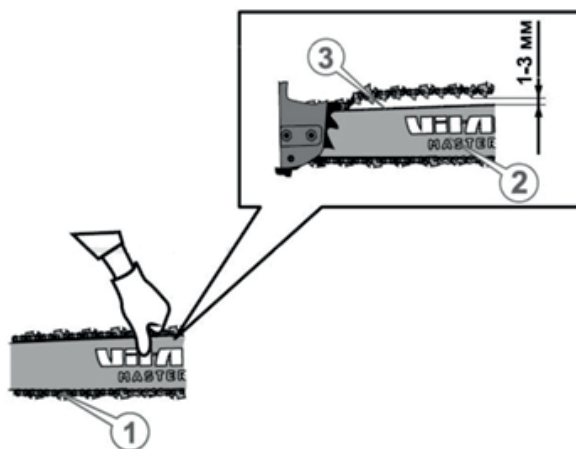

Рисунок 3. Схема перевірки натягнення ланцюга.
– на непрацюючому виробі обережно взяти верхню гілку ланцюга по середині «шини» рукою з рукавичкою та відтягнути ланцюг від «шини» зусиллям руки. Перевірити величину зазору між напрямною ланцюга (3, рис. 3) та «шиною» (2, рис. 3). Зазор має бути в межах 1–3 мм (приблизно так, щоб проходило «жало» викрутки), а сам ланцюг має рухатися вздовж «шини» без перешкод зусиллям руки;